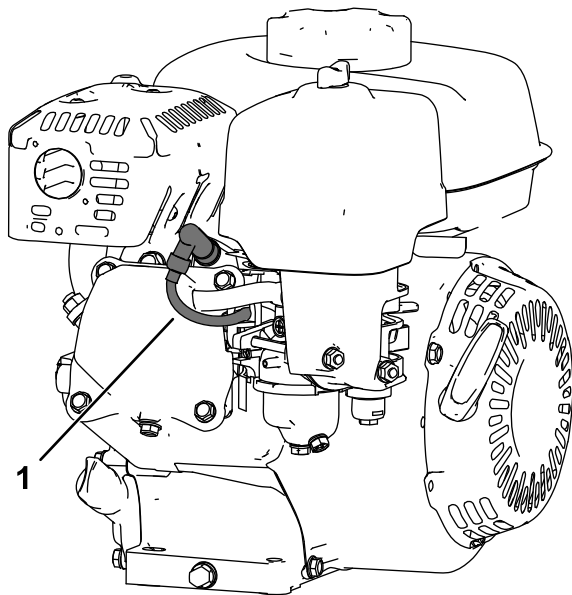

Figura 27
5. Desconecte el cable de la bujía (Figura 27).